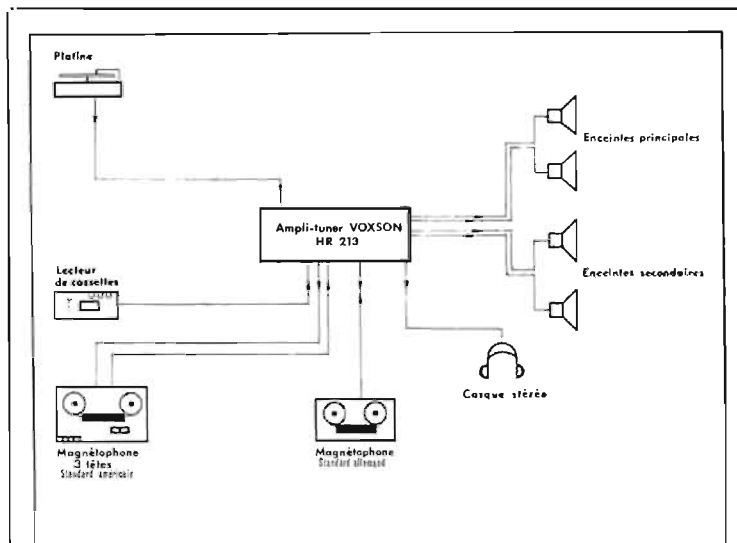

Fig. 1
**Possibilités de raccordement à différentes sources et sorties :** voir Fig. 1.